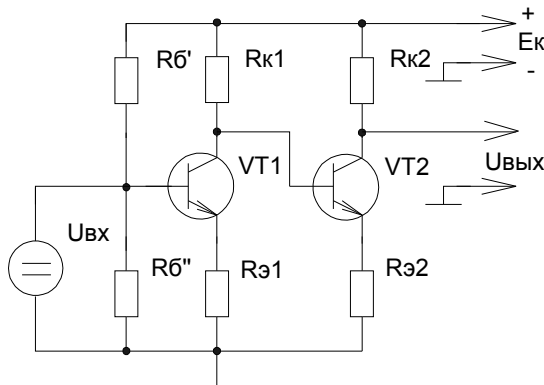

Рис. 255
1) Усилители постоянного тока (УПТ) с непосредственными связями. УПТ с непосредственными связями называют усилителем прямого усиления (смотрите рисунок 255).